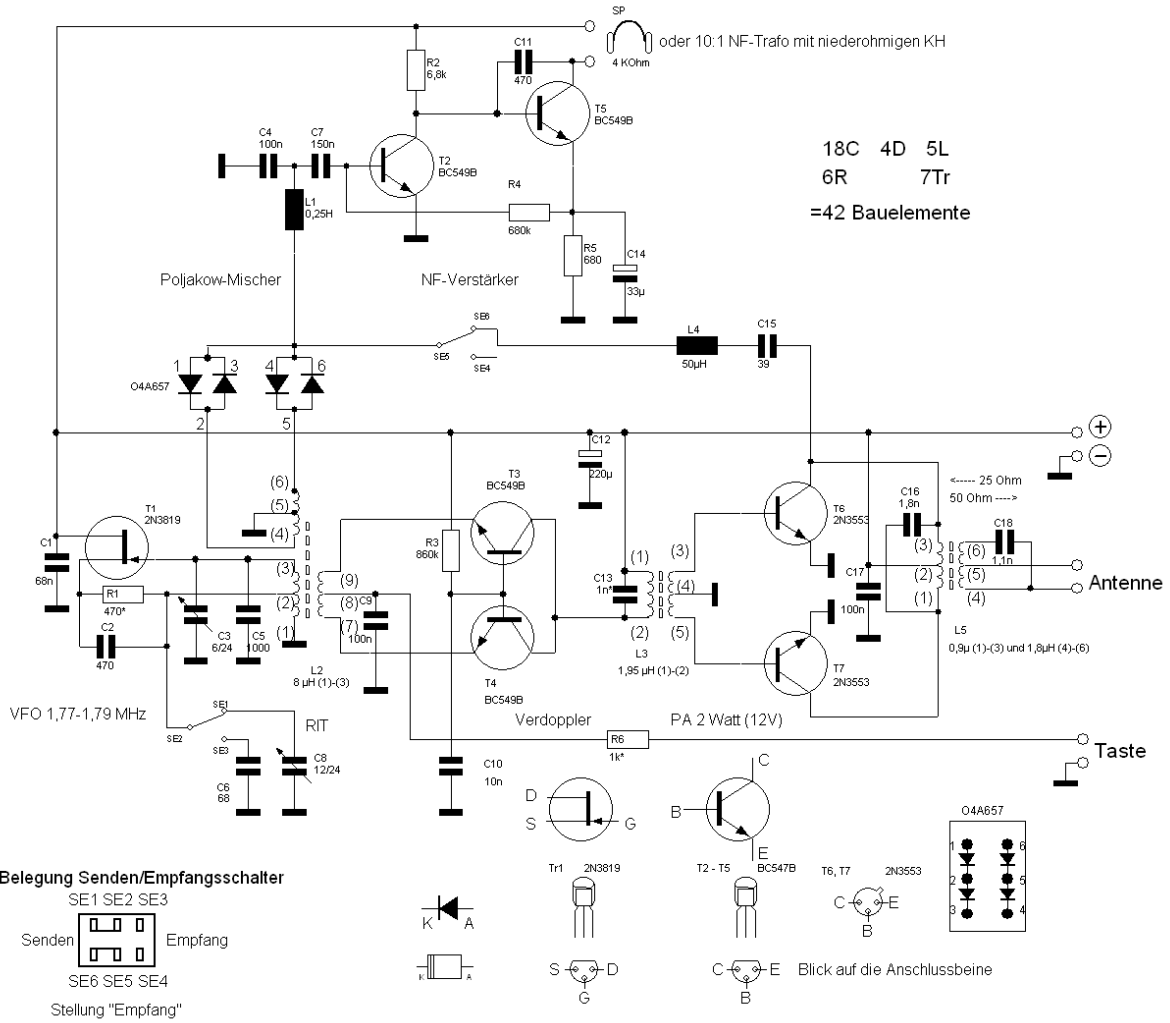

Bild 1: Schaltung MAS-TRX 2010
Die Zahl der Bauelemente gering zu halten und trotzdem einen Empfänger mit ausreichender Empfindlichkeit, ohne abstimmbaren Brumm, Mikrofonie und AM-Durchschlag zu erhalten erwies sich als ebenso schwierig wie die Konstruktion des Senders, der frequenzstabil über einige kHz abstimmbare sein und ein oberwellenarmes Signal abgeben sollte. Das Ergebnis der über mehrere Jahre immer wieder einmal durchgeführten Überlegungen [1], [2], zeigt die Schaltung (Bild 1). Diese Schaltung ist auf Grund der zahlreich einzugehenden Kompromisse kein Anfängerobjekt, sondern ein Experimentalgerät, welches vom Erbauer einiges an Geduld und Messtechnik abverlangt. Letztendlich bestimmt auch der Inhalt der Bastelkiste, wie dieses Konzept umgesetzt wird, denn einige Bauelemente gibt es nicht mehr zu kaufen.
Bei Verwendung eines anderen Drehkondensators C3, es eignen sich nur solche aus UKW-Radios, können die Werte für die Induktivität L2 und Parallelkapazität C5 des Schwingkreises in Abhängigkeit vom Abstimmbereich des Oszillators und den Drehkondensatordaten (Bild1) bequem berechnet werden [1]. Durch die Verwendung eines FET T1 werden nur sehr wenige Bauelemente benötigt und es wird eine ausreichende Frequenzstabilität erreicht. Die Spule L2 besteht aus der Schwingkreisspule mit den Anschlüssen (1) (2) (3) und zwei auf den selben Kern aufgebraute Auskoppelwicklungen, eine für den Empfängermischer (4) (5) (6) und eine weitere für den Verdoppler..